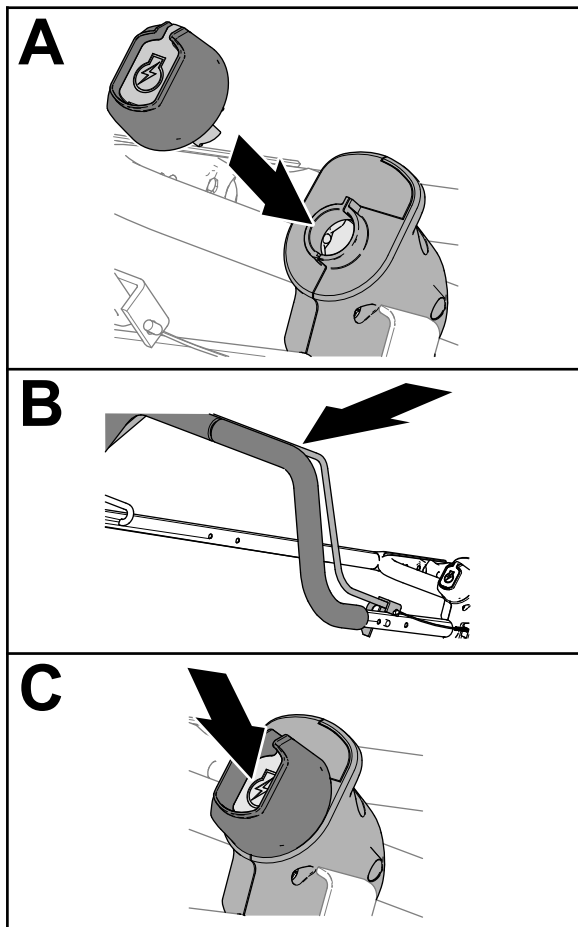

Figura 16
1. Introduceți cheia de pornire electrică în contactul de pornire electrică (Figura 16).
2. Prindeți bara de ghidare și maneta pentru prezenta operatorului și apropiați maneta de bara de ghidare (Figura 16).